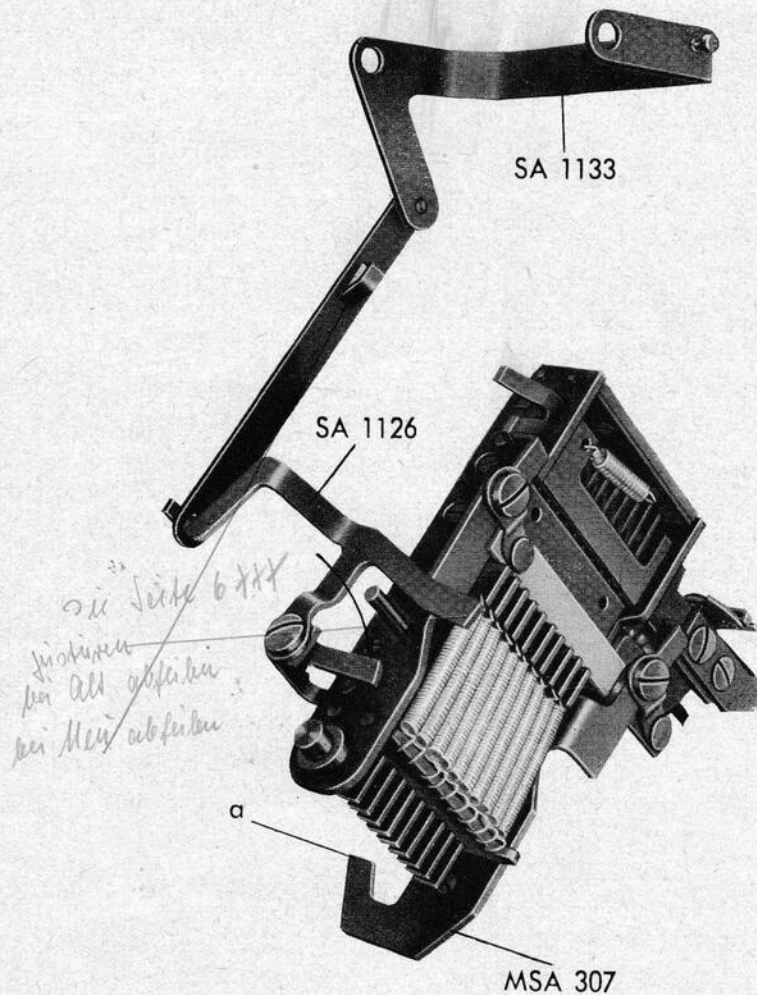

Abb. 7
- a) durch Freigabe des unter Federzug stehenden Hebels SA 1126 (Abb. 7) über Zwischenhebel die Multiplikationstaste 4 und die Minus-Multiplikationstaste 5 (Abb. 1) entsperrt und
zahnung am Zwischenhebel (a) das Zurückgehen des Korrektionshebels bei nichtvollendetem Durchzug desselben. Der die Maschine Bedienende wird damit gezwungen, den Hebelzug vollständig, d. h. bis in Endstellung durchzuführen. Das freie Ende (c) des Hebels SA 1131 drückt auf das Ende (a) der angewinkelten Verlängerung des Stellstückwagenrahmens MSA 307 (Abb. 7 und 8) und schwenkt den Stellstückwagen MSA 308 in seine Ausgangsstellung zurück.